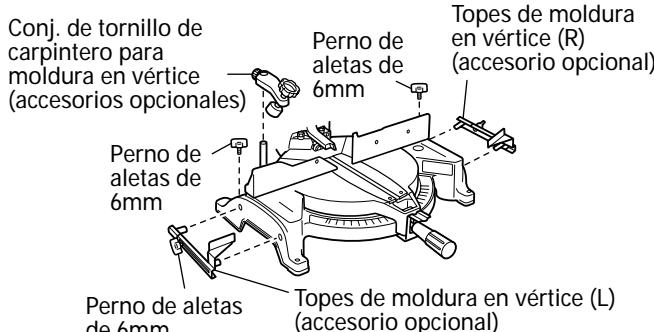

Fig. 30-a
- (2) El conj. de tornillo de carpintero para moldura en vértice (B) (accesorio opcional) puede montarse tanto en el topo-guía izquierdo (topo-guía (B)) como en el topo-guía derecho (topo-guía (A)). Es posible combinar con la inclinación de la moldura en vértice, pudiéndose presionar el conj. de tornillo de carpintero hacia abajo. Pueden enlazarse con la inclinación de la moldura en vértice y se podrá presionar el tornillo de carpintero hacia abajo. Luego gire la perilla superior, según se requiera para que la moldura en vértice quede fijada en su lugar. Para levantar o bajar el conjunto de tornillo de carpintero, afloje primero el perno de perilla de 6mm. Después de ajustar la altura, apriete firmemente el perno de aletas de 6mm; luego gire la perilla superior, según se requiera, para que la moldura en vértice quede fijada firmemente en su lugar. (Consulte la Fig. 30-b)